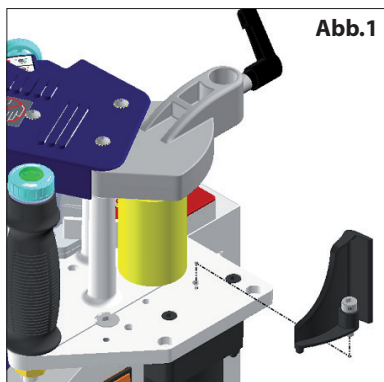

Abb. 1
- Die Eckenführung kann auf der Kantenanleimmaschine gemäß (Abb. 1) angebracht werden, zum Sichern die Schraube festziehen.